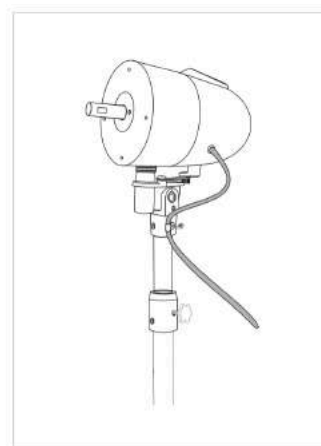

Figure 3
4. Tenez compte de la longueur du câble d'alimentation nécessaire, inclinaison de la tête, activation du mode oscillant, par rapport à l'emplacement de la prise électrique ; le câble d'alimentation ne doit jamais être tendu. Figure 3